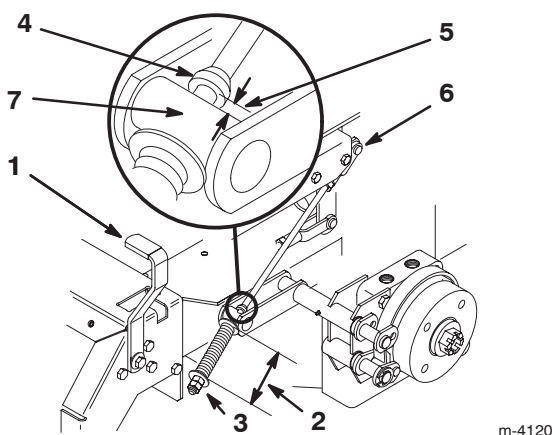

Figure 60
2. Mesurez la longueur du ressort ; les rondelles doivent être distantes de 74 mm (2-3/4 pouces) (Fig. 60).
- A. Desserrez l'écrou de blocage situé sous le ressort et serrez l'écrou directement au-dessous de la chape (Fig. 60).
6. Mesurez la distance entre le galet de tourillon et le collier sur la tige de frein. Elle doit être comprise entre 5 et 7 mm (3/16 et 1/4 pouce) (Fig. 60).
- B. Tournez les écrous de réglage inférieurs jusqu'à obtention de l'écart voulu (Fig. 60).